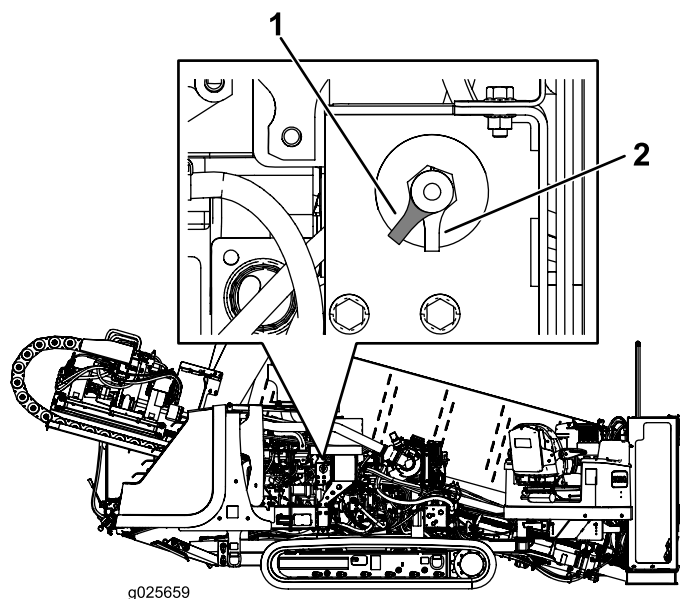

Figura 50
- Para energizar a máquina eletricamente, gire o interruptor de desconexão da bateria no sentido horário para a posição On (Figura 50).
- Para desenergizar a máquina eletricamente, gire o interruptor de desconexão da bateria no sentido anti-horário para a posição Off (Figura 50).